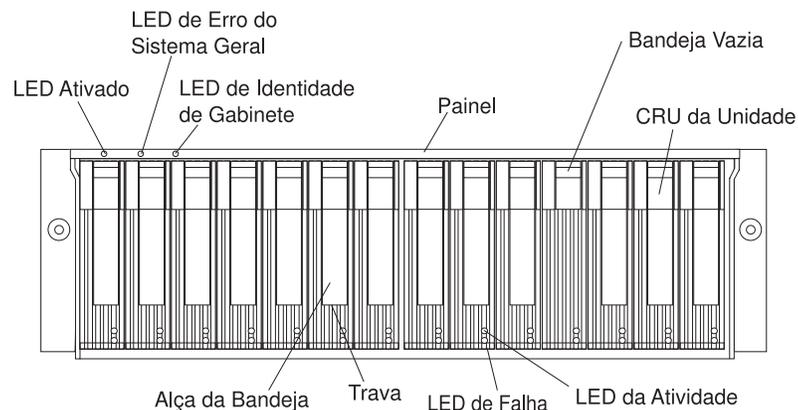

Figura 36. LEDs da unidade de disco rígido de troca a quente
2. Verifique os LEDs de Falha mostrados na Figura 36. Se algum LED âmbar estiver aceso, consulte Capítulo 4, “Resolvendo problemas” na página 51.